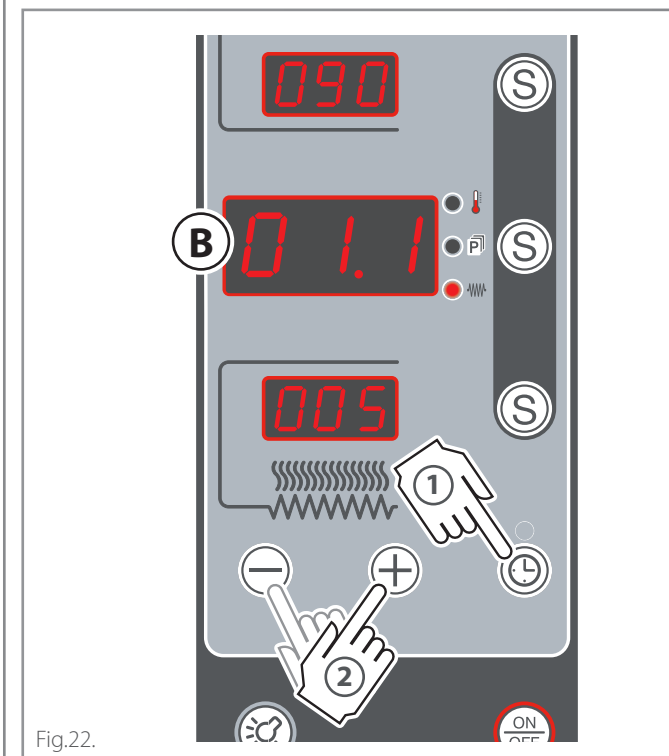

Fig.22.
► Fig.22.
- 2 programmez le temps souhaité à l'aide des touches « + » ou « - ». La page-écran (B) indiquera après combien de temps le signal sonore se déclenchera (ex.01.1 c'est à dire 1 minute et dix secondes).